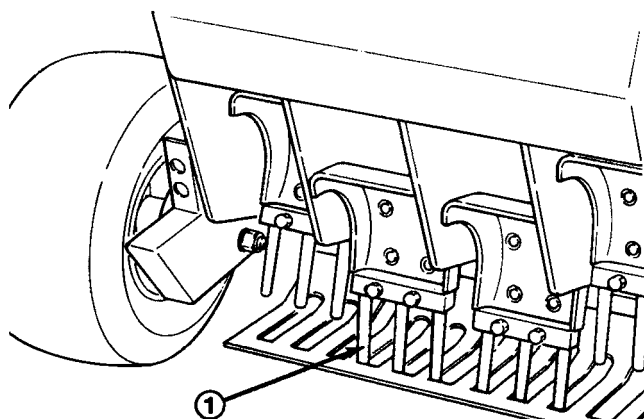

Figure 7
5. Serrer les écrous de montage à 100-110 ft/lb. (Fig. 7).